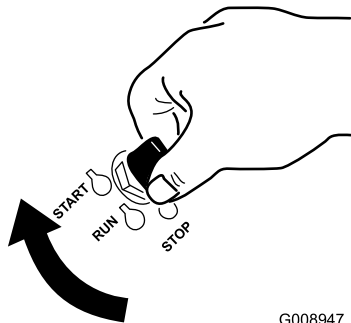

Figure 16
1. Tournez la clé de contact à la position de DÉMARRAGE (Figure 16).